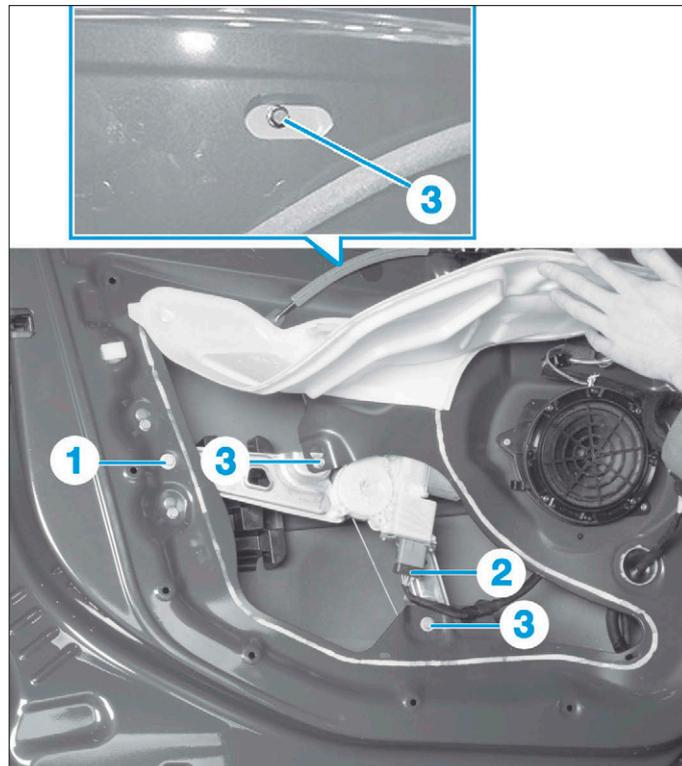

FIG. 73
- la vis (1) (Fig.73).
- Débrancher le connecteur (2).
- Desserrer les vis (3) sans les déposer.